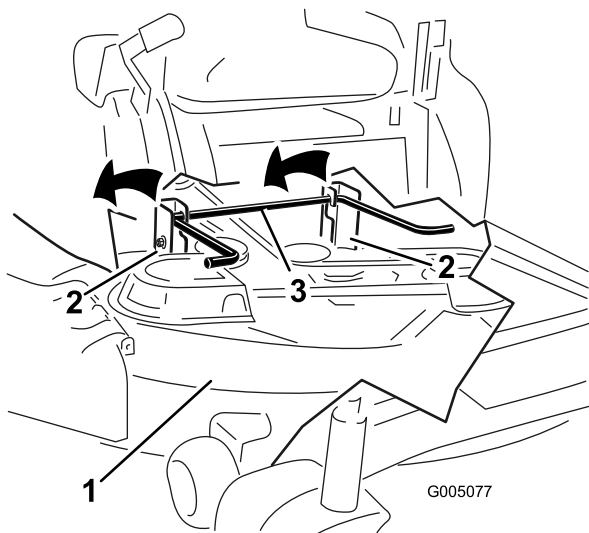

Figure 56
- Soulevez et déposez le tablier de coupe et les supports de la tige de levage arrière et abaissez le tablier au sol avec précaution (Figure 56).
5. Soulevez l'arrière du tablier de coupe et guidez les supports sur la tige de levage arrière (Figure 56).